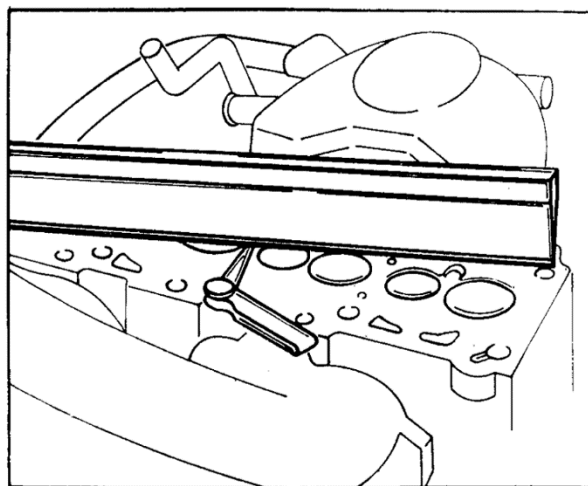

Bild M 22. Zylinderkopf überprüfen
- (4) Zahnriemenrad für Nockenwelle
- (5) Flanschschraube (Mt = 75 Nm)
- (6) Sechskantschraube (Mt = 10 Nm)
- (7) Sechskantschraube (Mt = 20 Nm)
- (8) Zahnriemen
- (9) Zylinderschraube
- (10) Zylinderkopf
- auf Verzug überprüfen (siehe Bild M 22)
(11) Zylinderkopfdichtung